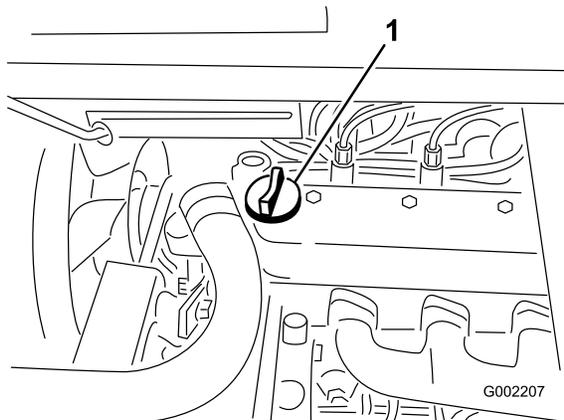

Figura 41
3. Se o nível de óleo estiver baixo, deverá retirar a tampa de enchimento da cobertura da válvula (Figura 41) e deitar óleo na abertura até que o nível suba até à marca Full (cheio) da vareta; consultar a secção Manutenção do óleo do